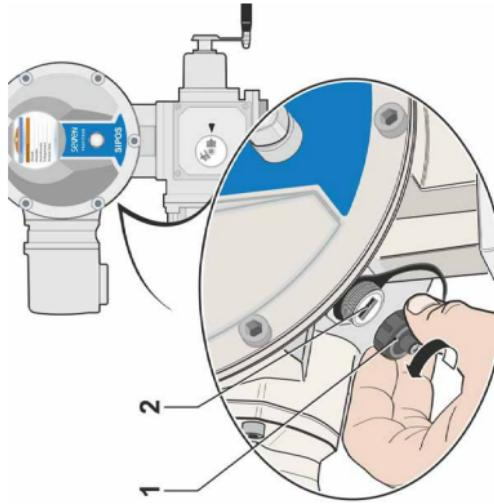

Abb. 1: USB-Anschluss
1. Die Schutzkappe des USB-Anschlusses (Abb. 1, Pos. 1) abschrauben (sie ist gegen Verlieren mit einem Kunststoffband gesichert).
2. Am USB-Anschluss (Abb. 1, Pos. 2)